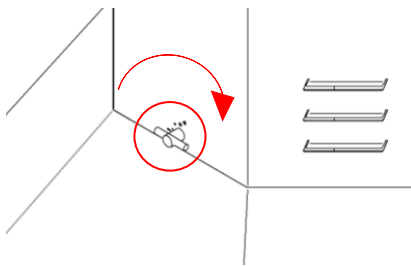

Imagen 1
- Serie C: Algunos equipos incluidos en la serie C (Chimeneas Metálicas) poseen este sistema incorporado en la parte superior de la campana del equipo y su regulación se realiza con la ayuda de un tirador que deberemos girar hacia la izquierda o derecha en función de nuestras preferencias de combustión (Imagen 1).